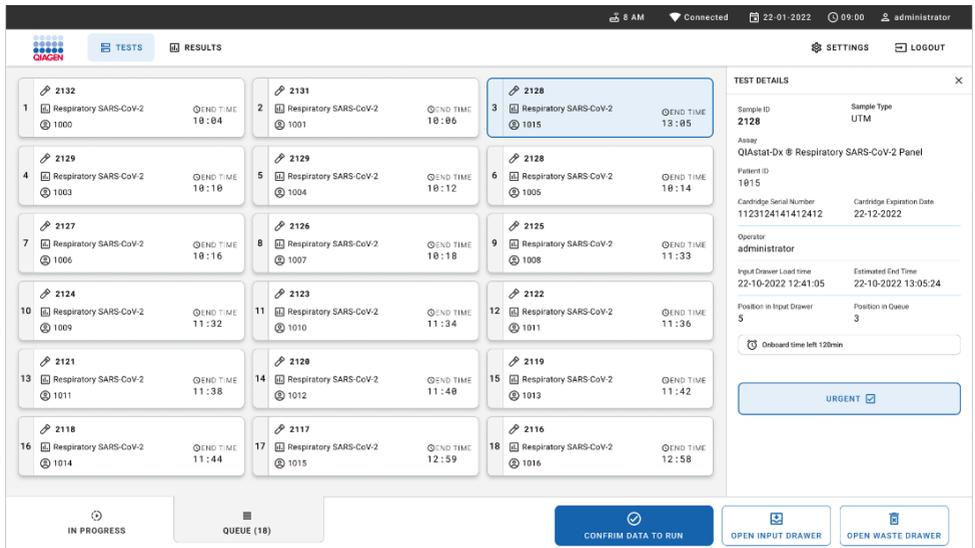
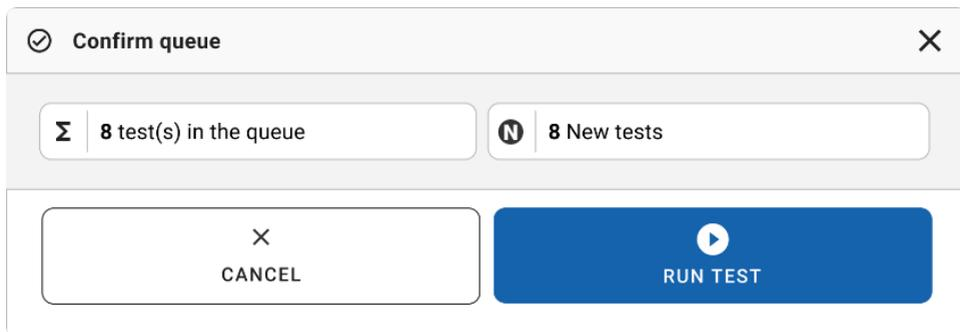

Figura 63. La pantalla Sample Queue (Cola de muestras) con un ensayo seleccionado que muestra información adicional.
Figura 65. Cuadro de diálogo Confirm Queue (Confirmar cola)
Si selecciona una prueba en la pantalla táctil, se muestra información adicional en la sección View details (Ver detalles) de la pantalla (figura 63).
14. Pulse el botón **Confirm data to run** (Confirmar datos para ejecutar) de la pantalla cuando todos los datos mostrados sean correctos (figura 63). Después de ello, es obligatoria una confirmación más por parte del operador para ejecutar las pruebas (figura 65).